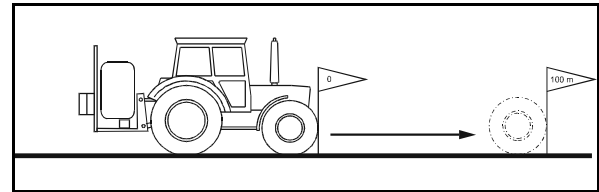

Fig. 61
2. Marque punto inicial y punto final (Fig. 61).